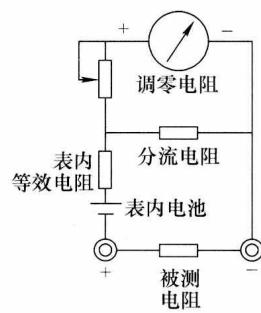

图 1-12 电阻测量原理图
(4) 电阻测量原理 如图 1-12 所示，在表头上并联和串联适当的电阻，同时串接一节电池，使电流通过被测电阻，根据电流的大小，就可测量出电阻值。改变分流电阻的阻值，就能改变电阻的量程。